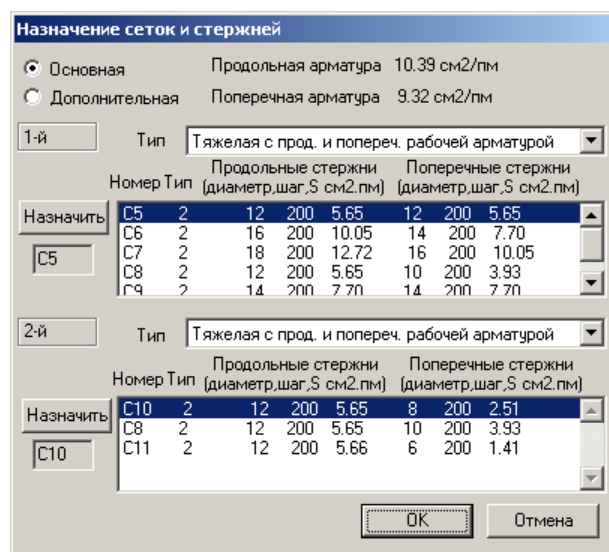

Рис.2.7.10. Окно диалога **Назначение сеток и стержней**
- В открывшемся окне диалога **Назначение сеток и стержней** (рис. 2.7.10) выполните следующие действия: